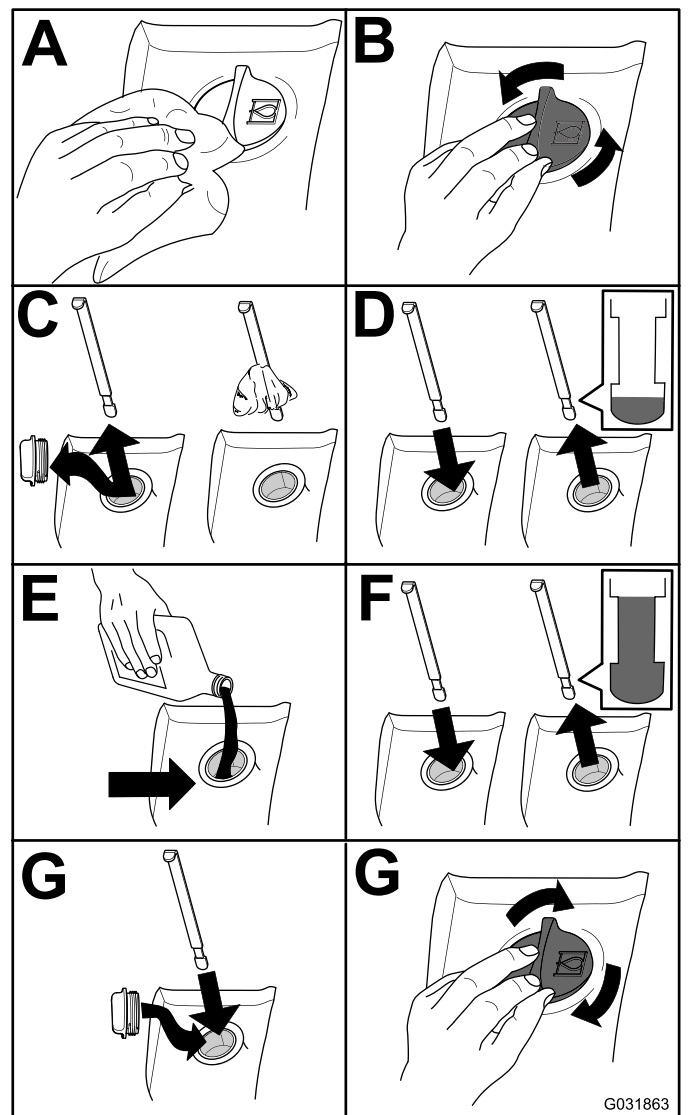

Figura 79
2. Controllare il livello del fluido idraulico (Figura 79).